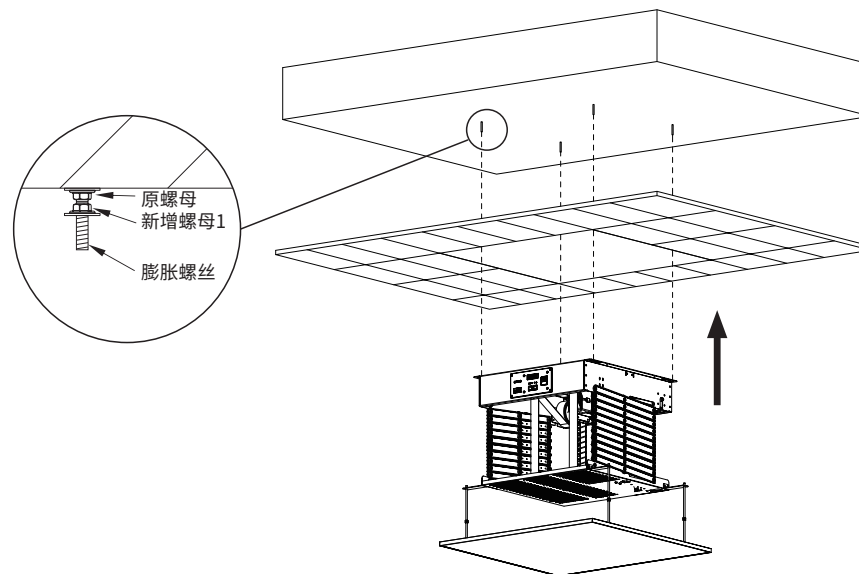

图7
4. 在每颗膨胀螺丝上另外再加一颗 $M8$ 螺母(非附件), 并拧到靠上面的位置(图7); 把升降架装入天花上面, 并把升降架四个安装挂板的孔位对准四个膨胀螺丝。